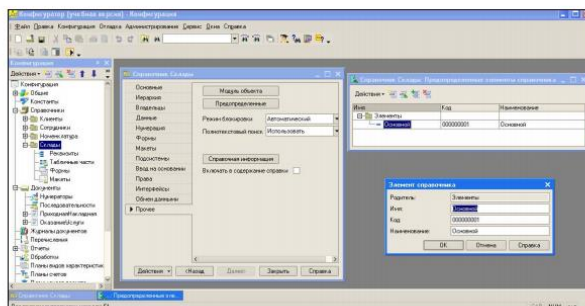

Рис. 3.2.16
2.4. Справочник Склады. Этот справочник будет содержать информацию о складах, используемых нашей фирмой. Особенность справочника - он будет содержать один предопределенный элемент – склад Основной, на который будут поступать все материалы. На примере этого справочника продемонстрируем назначение предопределенных элементов. Наша задача – создать справочник, содержащий предопределенные элементы. Откроем конфигуратор и создадим новый объект конфигурации Справочник с именем Склады. На закладке Данные установим длину кода – 9 и тип кода – Строка. Перейдем на закладку Прочее и нажмем кнопку Предопределенные. Система откроет список предопределенных элементов справочника. Сейчас он пуст, поэтому выполним команду Действия / Добавить и создадим предопределенный элемент с именем Основной (рис. 3.2.16).